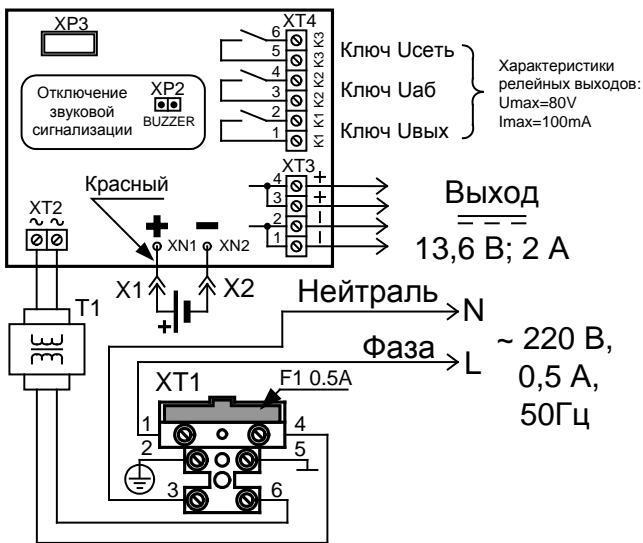

Рисунок 1 Схема подключения РИП
1.2.15 РИП обеспечивает возможность отключения звуковой сигнализации путём снятия перемычки с разъёма ХР2 (расположение разъёма показано на Рис. 1.).
ВНИМАНИЕ! При подключении внешнего питающего напряжения 220 В к сетевой колодке необходимо соблюдать правильность подключения проводов «фаза» и «нейтраль». Подключение производить в соответствии с рисунком, расположенным на внутренней стороне корпуса или в соответствии с Рис. 1 данной этикетки.
в) подключить нагрузку к выходной клеммной колодке, соблюдая полярность (ХТ3/1,2 – «-», ХТ3/3,4 – «+», см. Рис. 1).
выходы оптореле К1, К2 и К3 к шлейфам сигнализации приборов согласно Рис. 1. Состояния цепей оптореле приведены в Таблице 1.